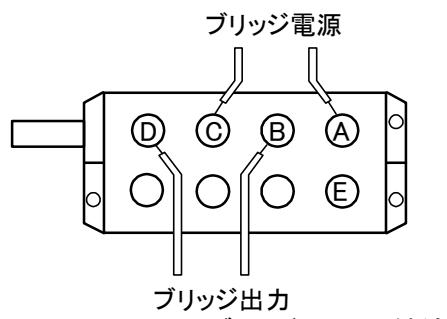

図4-2 ブリッジBOXの結線
- B)ひずみを測定するためのブリッジで、ひずみゲージは種々の接続法が用いられます。これらの接続法は、4.2.1項「ひずみゲージによるブリッジ構成例」を参照してください。またブリッジボックスを中継して各種の変換器を使用する場合には図4-2のように接続してください。